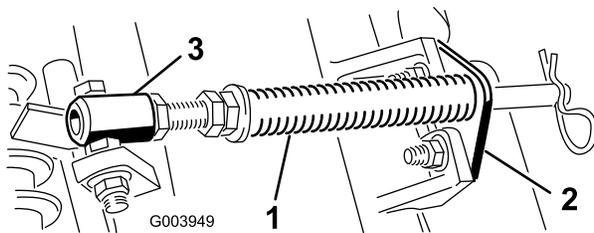

Figura 5
A. Togliete i due bulloni a testa tonda e i dadi che fissano la staffa dell'asta alle alette degli elementi di taglio (Figura 5).
B. Togliete il dado flangiato che fissa il bullone del tubo della molla all'aletta del telaio portante (Figura 5). Staccate il gruppo.